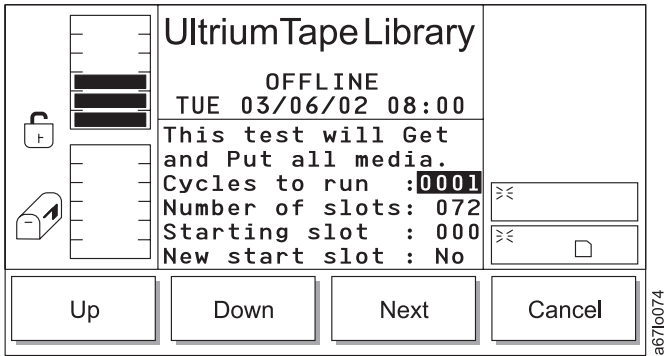

Abbildung 168. Dialog zum Holen/Ablegen
- Wird **Get/Put** ausgewählt, erscheint der Dialog zum Holen/Ablegen (siehe Abb. 168 auf Seite 182).
Tabelle 117. Übersetzung von Abb. 168, Dialog zum Holen/Ablegen